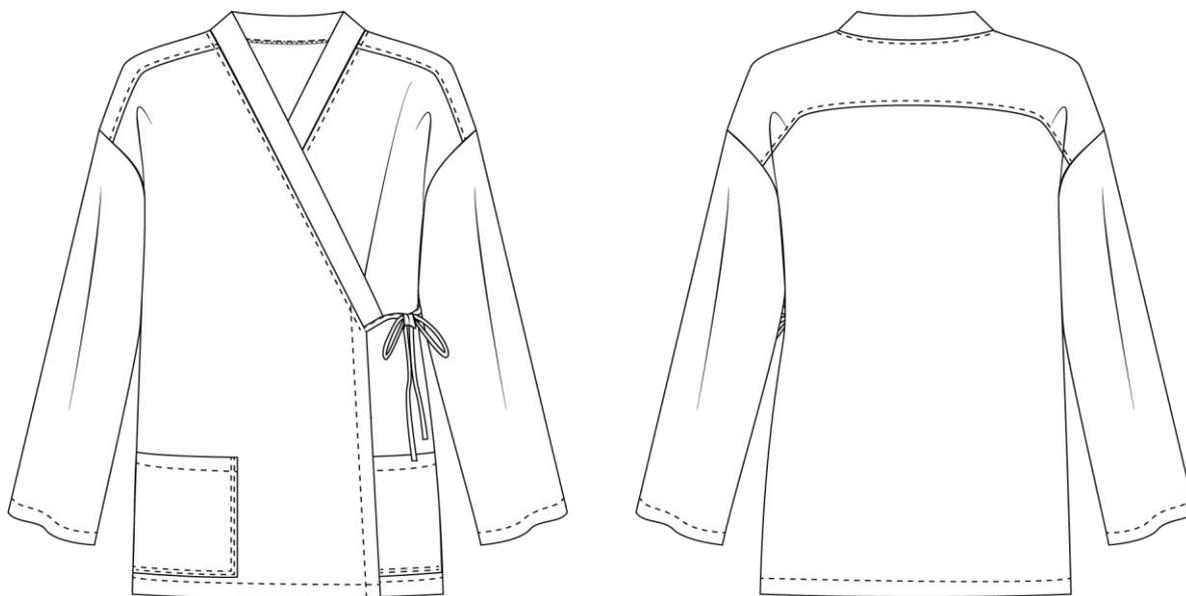

Рисунок 3 – Технический рисунок женской блузы.
**Технологическая последовательность изготовления блузы (рисунок 3).**
**Спецификация основных и прокладочных деталей кроя женской блузы (рисунок 3).**